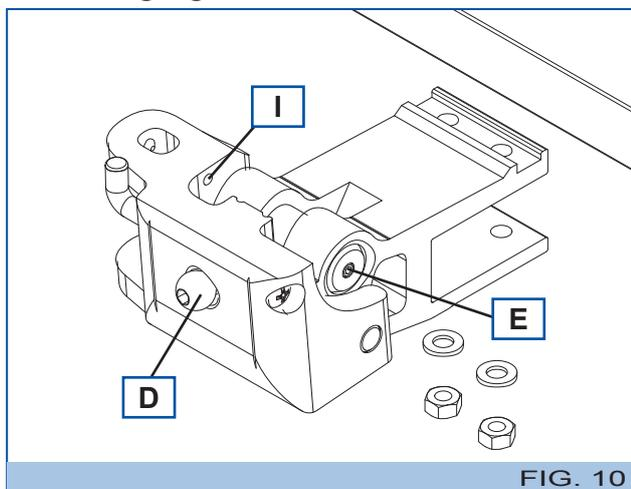

FIG. 10
- 11 ° Lorsque le store est ouvert, régler la vis (D-Fig.10)
- 13 ° Une fois qu'on a obtenu l'inclinaison souhaitée, fixer la position du store en serrant la vis (E-Fig.10) avec une clé six pans de 3mm.
- 15 ° Visser la vis sans tête (I) pour soulever le coude du bras, dévisser pour l'abaisser.
- 16 ° Une fois qu'on a établi le parallélisme correct des bras, fixer la vis sans tête (I-Fig.10) sur les deux supports du bras